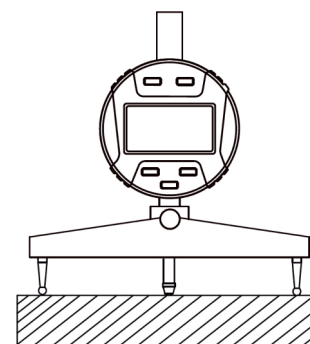

Abb. 4
**2. Nullstellung des Messgeräts:** Legen Sie das Messgerät auf eine ebene Fläche und stellen Sie den Nullpunkt ein (Abb. 4.).